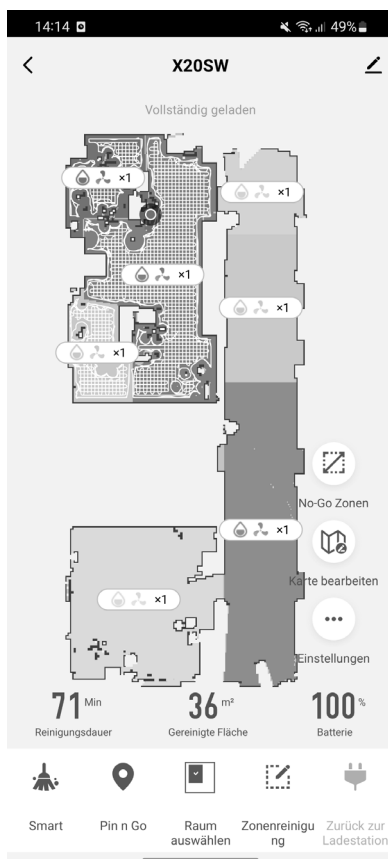

Fig. 11
- Pour ce faire, cliquez sur la zone «SMART» en bas de l'écran, comme indiqué dans la figure 11.